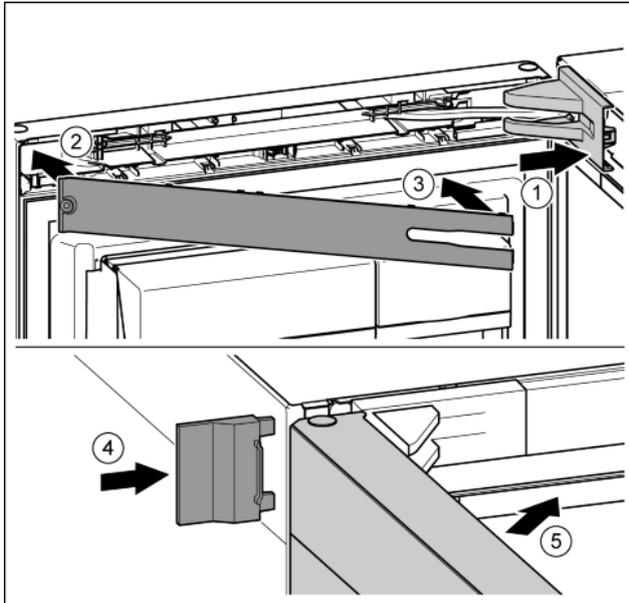

Fig. 26
- ▶ Applicare la copertura del blocco di supporto e inserirla a scatto, se necessario allontanarla con attenzione. Fig. 26 (1)
- ▶ Applicare la mascherina. Fig. 26 (2)
- ▶ Orientare verso l'interno la mascherina e innestare. Fig. 26 (3)
- ▶ Inserire spingendo la copertura esterna. Fig. 26 (4)
- ▶ Chiudere la porta superiore. Fig. 26 (5)